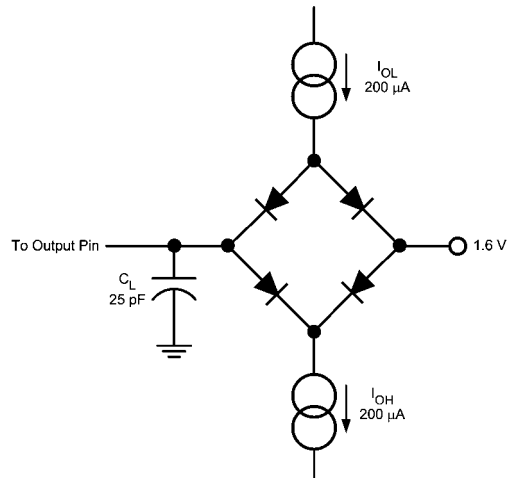

FIGURE 1. Timing Test Circuit
- Note 11:** Figure 1 に示すタイミング試験回路で測定され、出力信号が 1.0V を横切るタイミングとして定義されています。
- Note 12:** Figure 1 に示すタイミング試験回路で測定され、出力信号が 1.0V または 2.0V を横切るタイミングとして定義されています。
- Note 13:**  $t_{DIS}$  は Figure 1 に示すタイミング試験回路を使って、出力が 0.5V 変化するタイミングから取得しています。続いて、測定値を調整して出力容量の充電または放電効果を排除しています。そのため  $t_{DIS}$  はバス開放に要する実際の時間であり、バス負荷には依存しません。